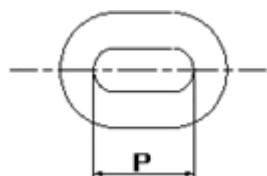

Figura 4- Mediciones desgaste
- 4 Las mediciones de desgaste de la cadena. Vea la Figura 4.